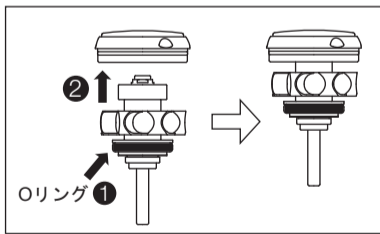

図19
- 新しいカートリッジに新しいOリングを取り付けます(図19①)。
- 新しいカートリッジをヘッドキャップに挿入します(図19②)。